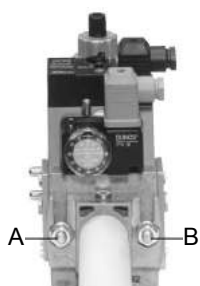
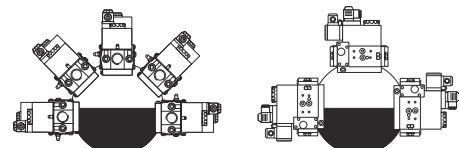

Fig. 5
Fig. 8
3. apretar los tornillos A, B, C y D (Fig. 5 - Fig. 6), respetando las posiciones de montaje (Fig. 8);